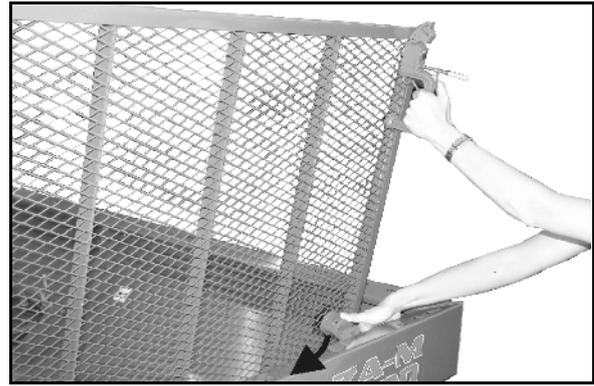

Fig. 18
3. Schutzgitter hochklappen bis Arretierung am Behälterrast einrastet (Fig. 18).
- Vor dem Schließen des Schutzgitters Arretierung herunterdrücken (Fig. 18).